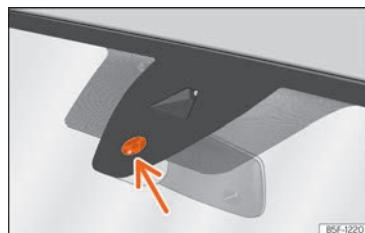

Fig. 74 Superficie sensible del sensor de lluvia.
Las posibles causas de anomalías e interpretaciones erróneas en la zona de la superficie sensible »» fig. 74 del sensor de lluvia son, entre otras:
- **Suciedad:** el polvo seco, la cera, el recubrimiento de los cristales (efecto loto) o los restos de detergente (túnel de lavado) pueden disminuir la efectividad del sensor de lluvia o hacer que reaccione más tarde, más despacio o que no funcione. Limpie regularmente la superficie sensible del sensor de lluvia »» fig. 74 (flecha) y compruebe posibles daños en las escobillas.